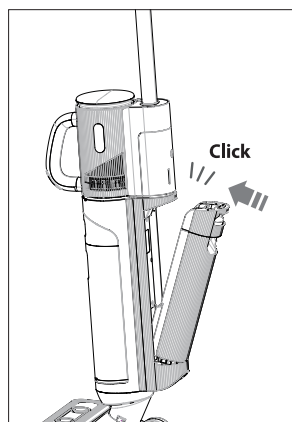

Fig. 8 – Inserimento del serbatoio dell'acqua
- ▶ Tenendo il serbatoio dell'acqua pulita leggermente inclinato, inserirlo nella rientranza sul retro dell'apparecchio, quindi premerlo in sede finché non scatta in posizione e non risulta saldamente inserito **(vedere Fig. 8)**.